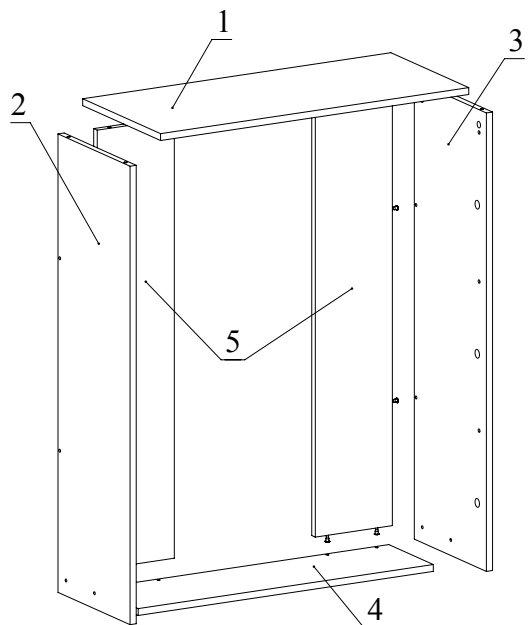

Рис.5
5. Закрепите кассету обувную левую и кассету обувную правую на детали 6 с помощью шурупов 3,5x16 с круглой головкой. Детали 7, 8 вставьте в пазы на корпусах кассет обувных и закрепите их при помощи шурупов 3,5x16 (Рис. 5).